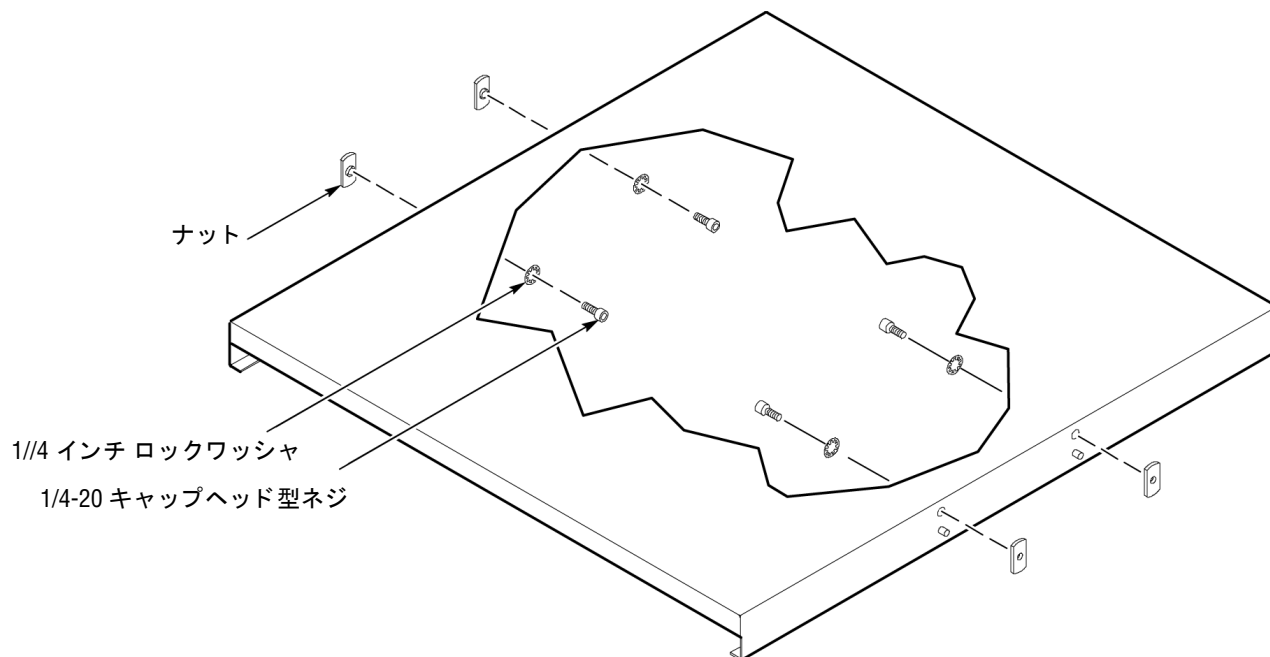

図 6: 棚板の準備
1. 図 6 に示すように棚板を準備します。棚板の両側面の 4 つの穴に、取付ネジ、ロックワッシャ、ナットを図に示すように取り付けます。スクリューは固く締めずにゆるめにしておきます。ナットを 1 回転以上締めないでください。